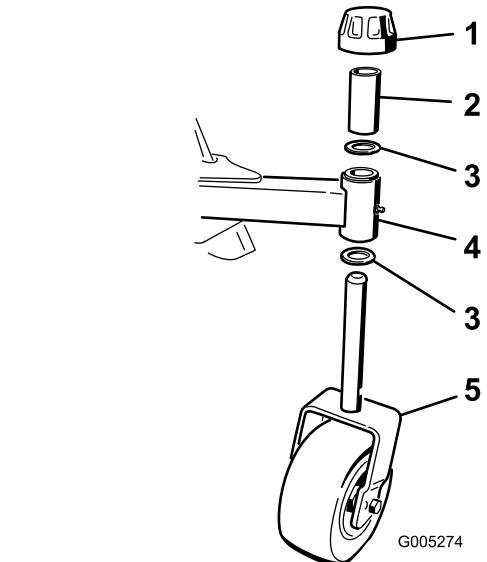

Bild 3
1. Nehmen Sie die Spannkappe von der Radachse des Laufrads ab (Bild 3). Schieben Sie das Distanzstück und eine Druckscheibe von der Spindelwelle. Lassen Sie eine Druckscheibe auf der Welle.
Spindelwelle und befestigen Sie alle Teile mit der Spannkappe (Bild 3).